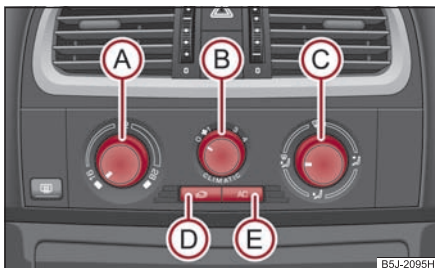

Fig. 120 Climatic: Elementele de comandă
Instalația de climatizare funcționează numai când tasta  ⇒ pagina 92, fig. 120  este apăsată și se îndeplinesc următoarele condiții:
- Rotiți regulatorul rotativ (A) ⇒ fig. 120 spre dreapta pentru a mări temperatura.
- Rotiți regulatorul rotativ (A) spre stânga pentru a reduce temperatura.